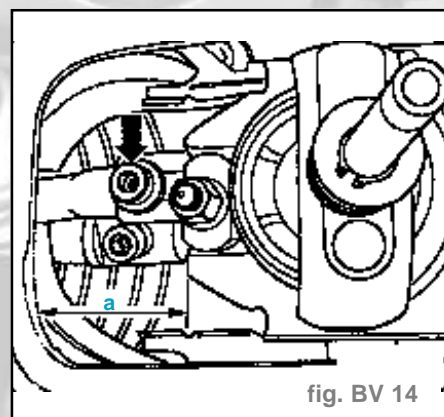

fig. BV 14
- Mesurer l'écart entre la carrosserie et la commande des vitesses (fig. BV 14).